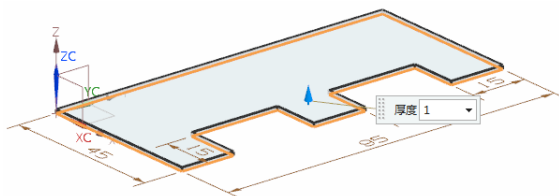

图 3-113 预览显示所创建的突出块特征
(4) 单击“完成”图标，草图绘制完毕，视图区预览显示如图 3-113 所示的钣金件。